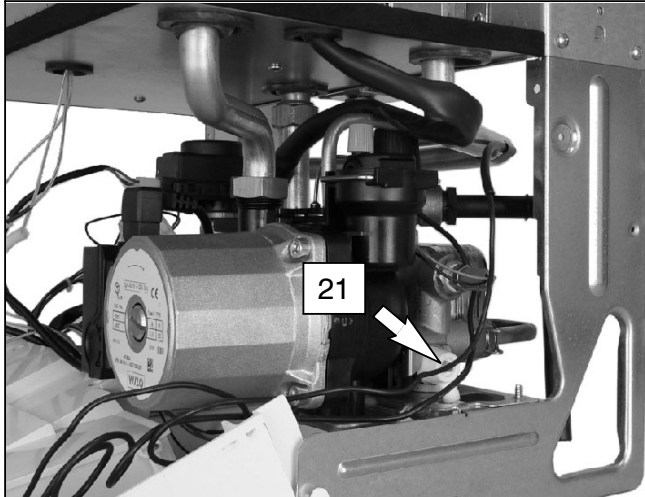

fig. 9.4
- 2 Allentare il rubinetto di svuotamento caldaia 21 in fig. 9.4